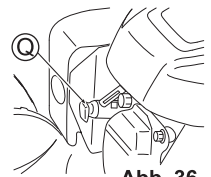

Abb. 36
1. Entfernen Sie die Zündkerzenkappe (Q). (Siehe Abb. 36)